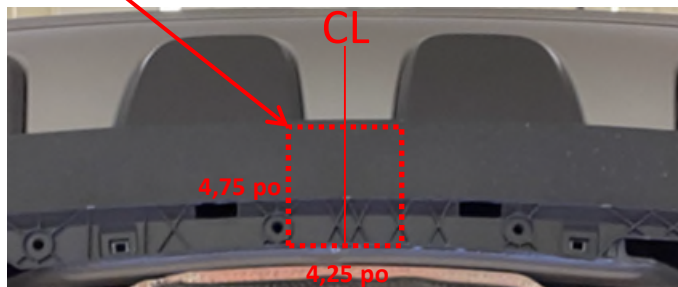

Figure 2
8. Découper le carénage – Localisez le centre du fascia. À l'aide d'un ruban à mesurer, d'un marqueur et d'un couteau universel, découper une encoche 4,75 x 4,25 po dans le bas du carénage. Voir la Figure 2. Remarque : S'assurer que la zone est libre de tout câblage électrique avant de découper.